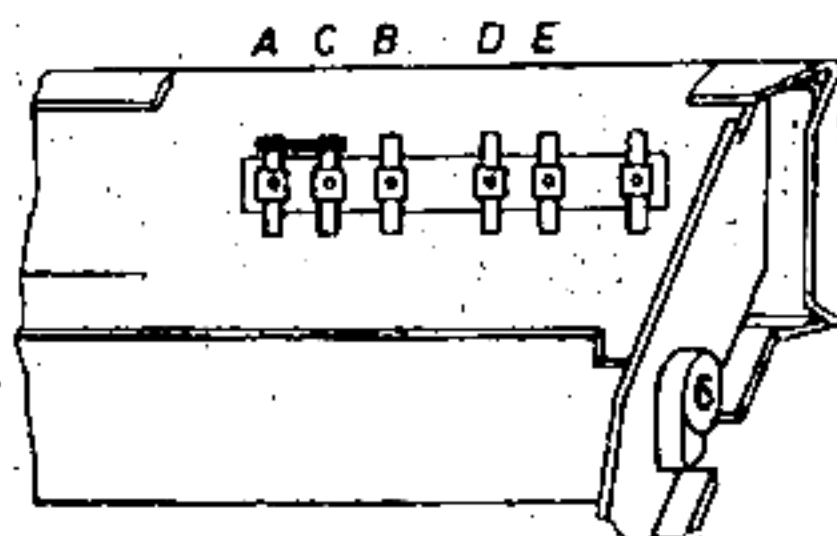

Abb. 6
- Bei 12 V, + oder - Pol der Batterie an Masse, Anodenspannung des Hauptempfängers 60 V, siehe Abb. 6 und 7. Dieser Anschluß gilt für die Geräte mit Transistoren, ausgenommen KÖLN TR.